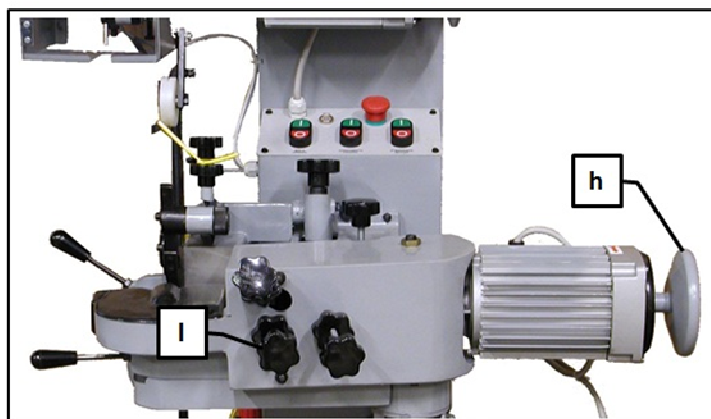

Рисунок 37
- Поверните ручную маховик **h**, отрегулируйте ручкой **l** (Рисунок 37) рабочую глубину заточного круга. Убедитесь, что заточной круг, входя в канавку зубца, не ударяется о полотно, и что он выходит, не касаясь спинки зубца. Заточной круг должен касаться передней части зубца, не ударяя по полотну (при необходимости отрегулируйте положение зубца маховиком **e**: завинчивайте для смещения зубца вниз и отвинчивайте для смещения зубца вверх).